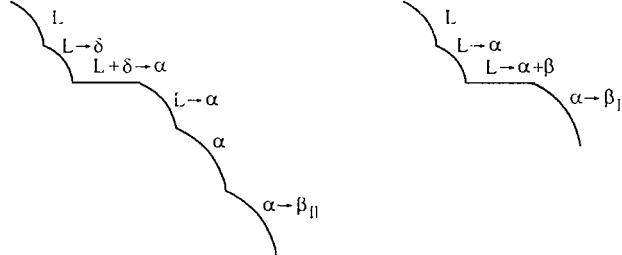

图 16-3 第三题第 1 小题解答图
(3) 分析略。如图 16-3 所示。
(4) 合金 I 相组成: $w_{\alpha} = \frac{ec_1}{be} \times 100\% ; w_{\beta} = \frac{bc_1}{be} \times 100\%$